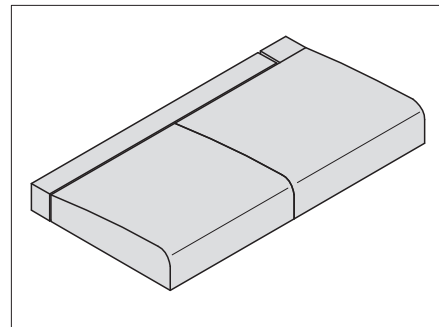
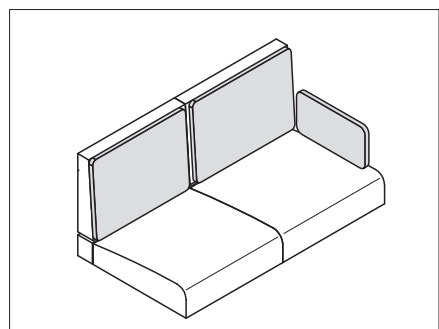

Fig. 217 Positionner les supports de siège
Fig. 219 Coussins pour supports de dossier
- Placer les coussins d'assise, de dossier et supplémentaire comme montré dans Fig. 217 à Fig. 219.